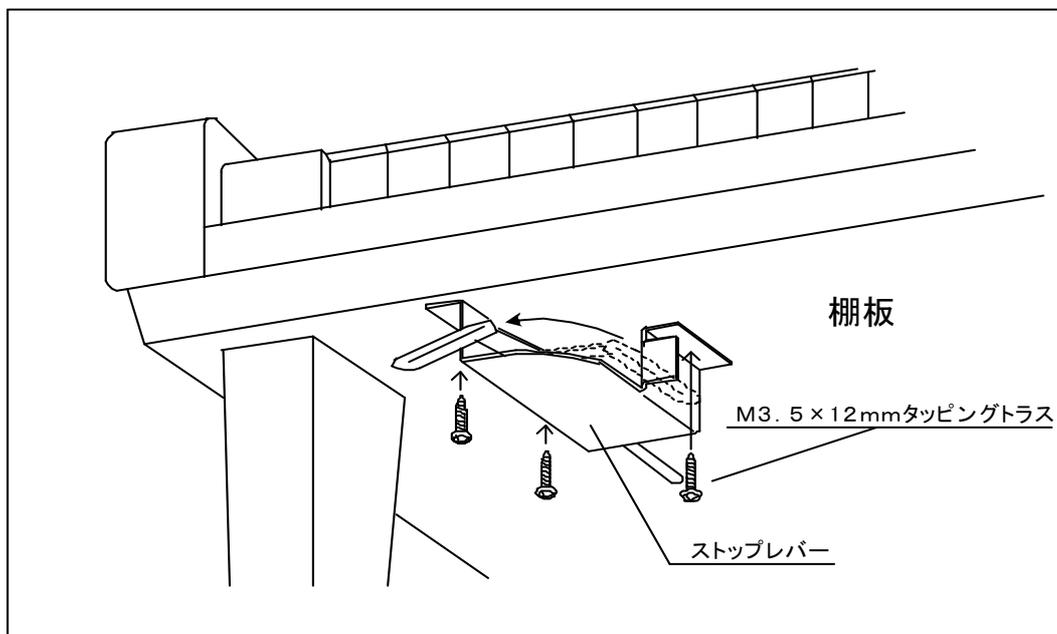

図 3. 3 - 2 ストップレバー取り付け位置
(3) 図 3. 3 - 3 の手順でワイヤーを金具へ掛ける。
- ① インナー端子をホルダーへ掛ける。
- ② アウター留めを引っ張りながら、ばね金具の溝にワイヤーを通す。
- ③ アウター留めをばね金具の下側からはめ込む。